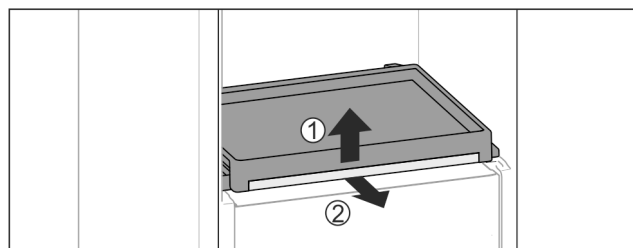

Fig. 132
- Izvadite izvlačni pretinac sa staklenom pločom: Staklenu ploču s prednje strane lagano podignite Fig. 132 (1) i izvučite prema naprijed Fig. 132 (2).